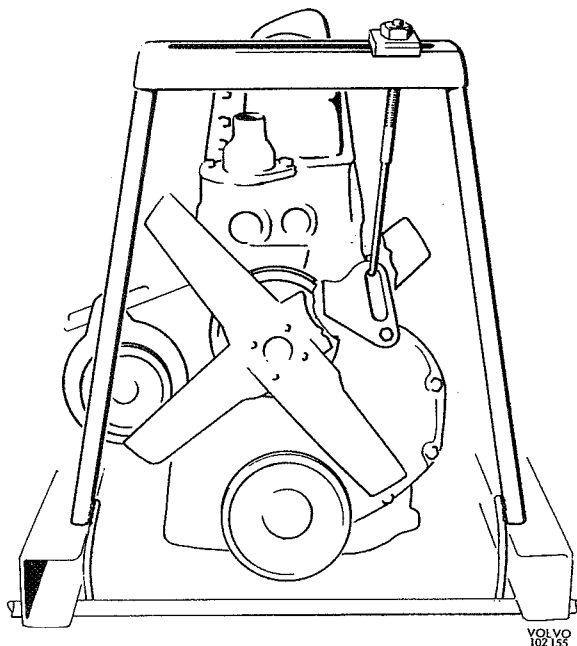

Fig. 6-13. Hefgereedschap voor motor
1. Monteer het hefgereedschap SVO 2727 overeenkomstig Fig. 6-13. Monteer de plaat met de bovenste bout (zonder sluitring) aan het distributiedeksel. Licht de motor, totdat de druk van de voorste motorsteunen is opgeheven. Verwijder de wioldoppen en draai de wielmoeren van de voorwielen enkele slagen los.